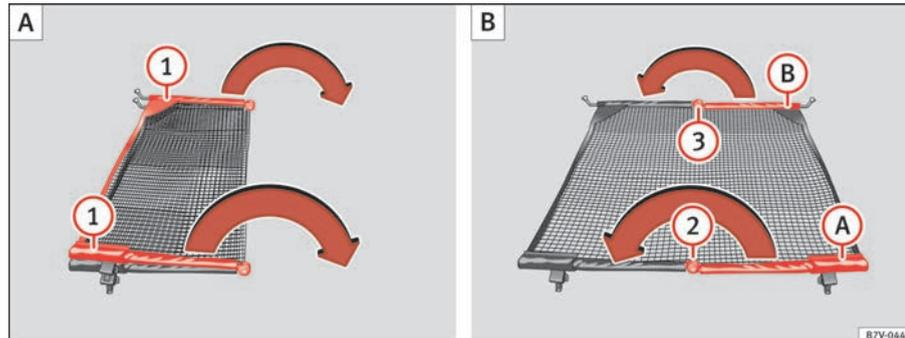

Abb. 99 Netztrennwand ausklappen **(1)** und zurückklappen **(2)** und **(3)**.
Querstangen der Netztrennwand \Rightarrow Seite 157, Abb. 99 ① in Pfeilrichtung ganz auseinander klappen, bis ein „klickendes“ Geräusch hörbar ist.
- Entriegelungsknopf \Rightarrow Seite 157, Abb. 99 ⑦ drücken und Querstange ⑧ bei gedrücktem Entriegelungsknopf in Pfeilrichtung einklappen.
- Entriegelungsknopf \Rightarrow Seite 157, Abb. 99 ⑨ drücken und Querstange ⑩ bei gedrücktem Entriegelungsknopf in Pfeilrichtung einklappen.